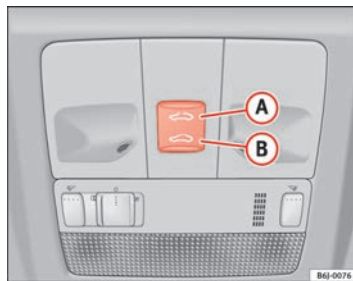

Abb. 50 Panoramadach / Ausstelldach
- Wird der Taster **B** ⇒ Abb. 50 ⇒ ⚠ betätigt und betätigt gehalten, führt das Dach die Schließbewegung aus, bis der Taster wieder losgelassen wird.